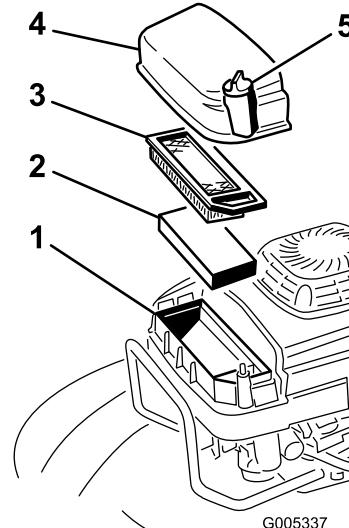

Figura 29
2. Retire el tornillo que fija la tapa del filtro de aire (Figura 29).
3. Retire la tapa y límpielala a fondo (Figura 29).
4. Retire e inspeccione el filtro de aire de papel (Figura 29), y deséchelo si está excesivamente sucio.